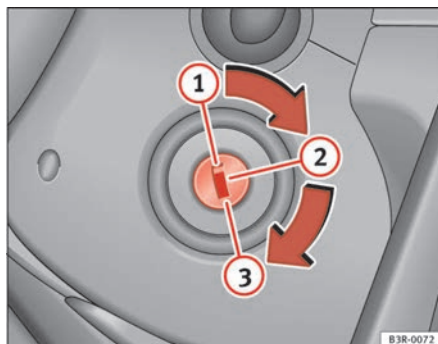

Fig. 140 Posiciones de la llave
- Gire la llave a la posición  ⇒ página 173, fig. 140.